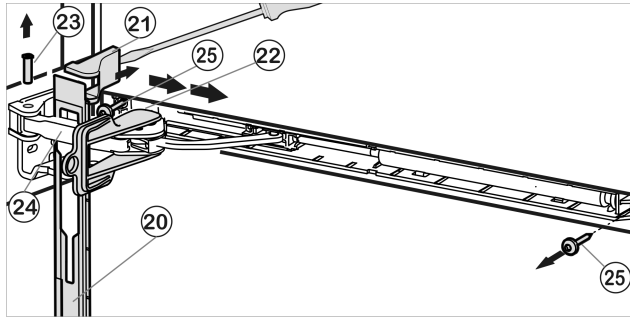

Fig. 10
- Pousser le panneau par-dessus l'étrier de l'amortisseur Fig. 10 (24) vers l'avant en direction de l'appareil.
- Encliqueter le dispositif d'arrêt Fig. 10 (22) dans le trou longitudinal.
- Soulever le cache Fig. 10 (21) par le côté extérieur à l'aide du tournevis et l'enlever vers l'extérieur.
- Chasser le pivot Fig. 10 (23) par le bas.
- Pousser l'étrier de l'amortisseur Fig. 10 (24) direction porte.
- Ôter le panneau Fig. 10 (20).
- Dévisser l'ensemble de l'unité d'amortisseur de fermeture (2 Torx® 15) Fig. 10 (25).